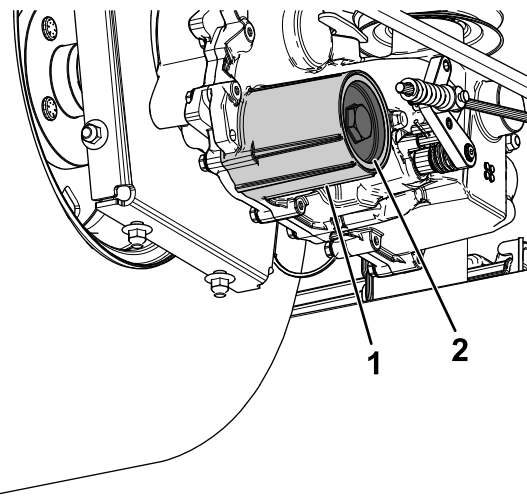

Figure 92
7. Déposez le couvercle du filtre à huile hydraulique de la boîte-pont pour vidanger le liquide (Figure 92).